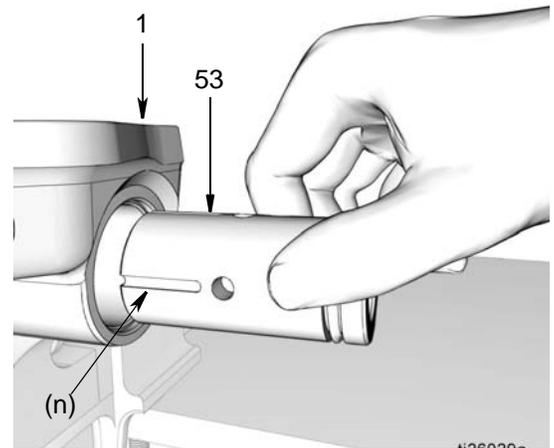

图 41
- c. 将泵元件衬套 (53) 安装在泵底座上 (1)。如要确定安装的正确方向，请参考 图 41。